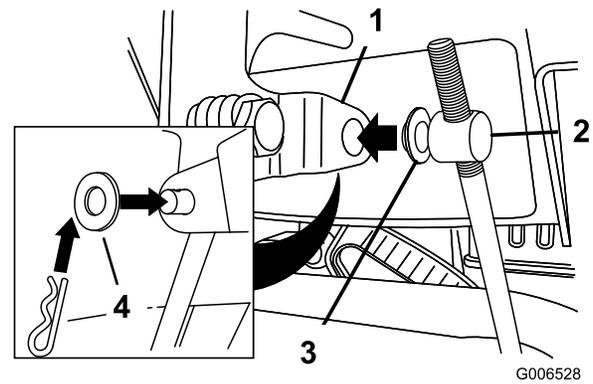

Bild 6
3. Entfernen Sie den Splint und die äußere Scheibe vom Drehzapfen am oberen Ende des Geschwindigkeitseinstellgestänges (Bild 6).
Hinweis: Lassen Sie die Flachscheibe auf dem Drehzapfen, um den Einbau zu vereinfachen (Bild 6).
6. Heben Sie das Geschwindigkeitseinstellgestänge an und setzen Sie den Drehzapfen in das Loch im Geschwindigkeitsschalthebel (Bild 6).
- B. Schließen Sie den Drehzapfen vom Geschwindigkeitsschalthebel ab (Bild 6).
C. Drehen Sie den Drehzapfen auf der Geschwindigkeitsschaltstange nach unten (nach rechts) (Bild 6).
D. Schließen Sie den Drehzapfen am Geschwindigkeitsschalthebel an (Bild 6).
B. Schließen Sie den Drehzapfen vom Geschwindigkeitsschalthebel ab (Bild 6).
C. Drehen Sie den Drehzapfen auf der Geschwindigkeitsschaltstange nach oben (nach links) (Bild 6).